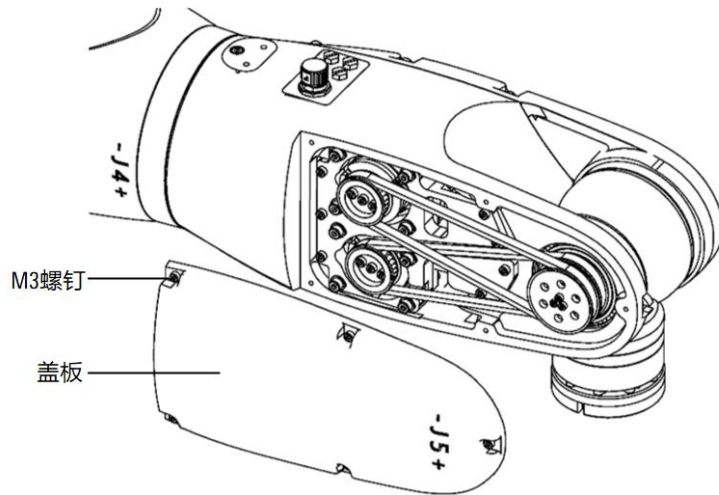

图 9-5 AIR7-920C(-HW)拆卸盖板
- 步骤 3. 拆卸操作机盖板及五颗 M3 螺钉，如图 9-5 所示。